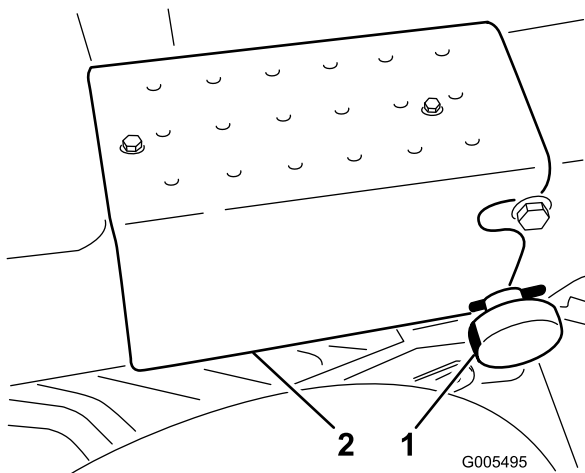

Bild 7
5. Drehen Sie den Lenkarm in die aufgerichtete Betriebsstellung (Kerben). Befestigen Sie ihn mit einem Arretierhandrad und einem Splint (Bild 7).
6. Montieren Sie die rechte Trittplatte mit den zwei Blechschrauben am Rahmen (Bild 7).